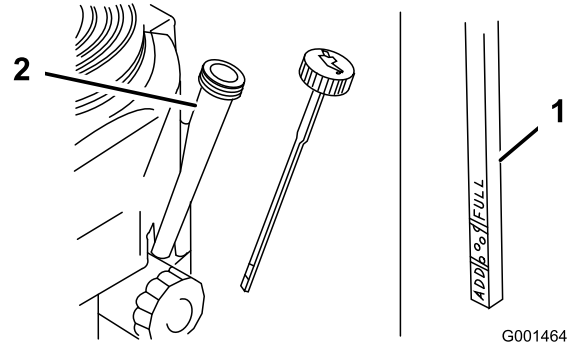

図 32
4. 給油口からゴミが入ってエンジンを傷つけないように、ディップスティック **図 32** の周囲をウェスできれいに拭く。
5. ディップスティック **図 32** を抜き取り、付いているオイルをウェスで拭きとる。
6. ディップスティックを補給管一杯に差し込む **図 32**。ただしネジ込まないこと。
8. 補給管 図 32 から、必要量の80% 程度のオイルをゆっくり入れる。